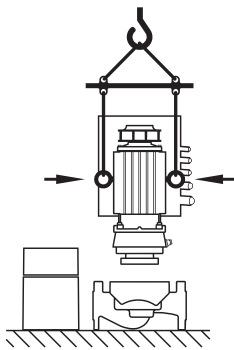

Fig. 9: Transport du moteur
- Si nécessaire, p. ex. en cas de réparation, les œillets de transport peuvent être fixés non pas sur la bride mais sur le carter de moteur (voir p. ex. Fig. 9). Avant le montage des œillets de transport sur le carter de moteur, sortir les écarteurs des orifices prévus pour les œillets de transport (Fig. 7, pos. 20b) (voir chapitre 10.2.1 « Remplacement de la garniture mécanique », page 174).
- Si les œillets de transport sont ou ont été montés non pas sur la bride mais sur le carter de moteur, ils ne peuvent être utilisés que pour porter ou transporter le kit embrochable (Fig. 9), mais pas pour transporter l'ensemble de la pompe ni pour séparer le kit embrochable du corps de pompe.